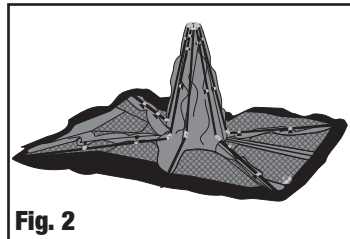

Fig. 2
- Desdoble los brazos de la tienda de campaña hacia abajo, hasta que queden planos sobre el suelo. (Fig. 2)
- Pliegue la tienda de campaña, doblando los brazos hacia arriba hasta que la tienda de campaña quede en posición vertical con el conjunto del cubo en la parte superior. (Fig. 2 y 1)